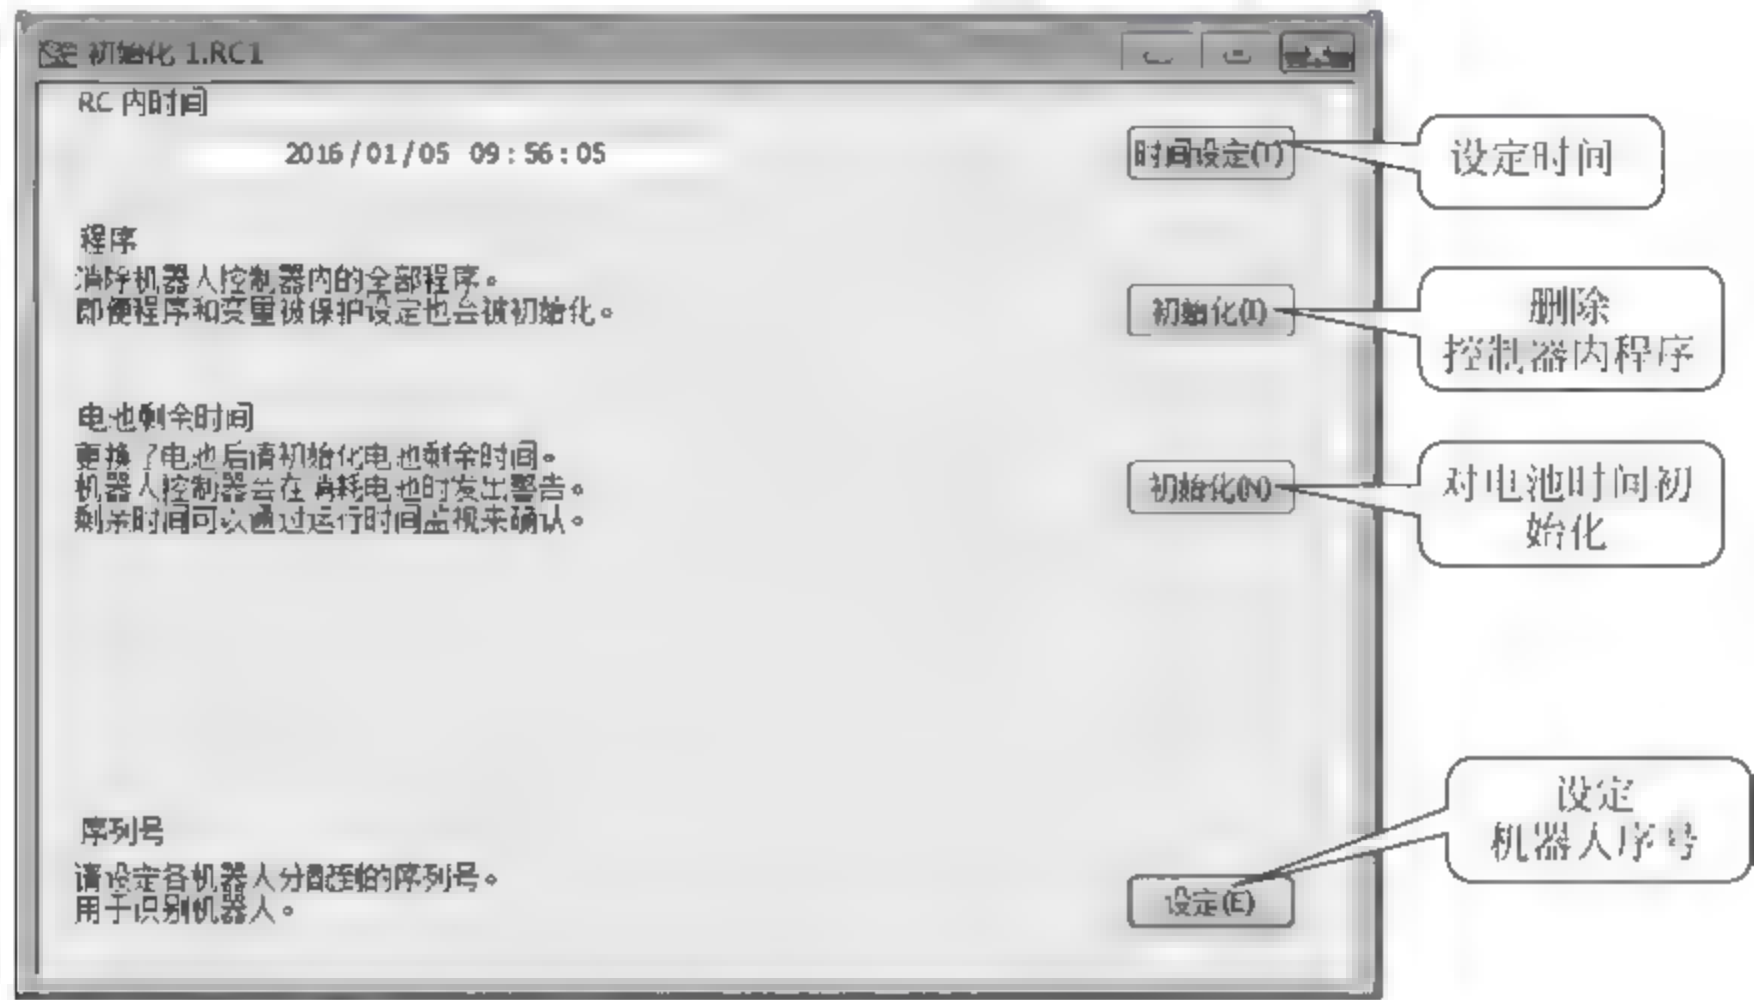

图 8-3 初始化操作框
- ① 时间设定;
- ② 删除所有程序;
- ③ 电池剩余时间的初始化;
- ④ 控制器的序列号的确认设定。
(2) 操作方法如图 8-3 所示。
- ① 打开 RT 软件,单击“维护”→“初始化”,弹出如图 8-3 所示“初始化”设置框。
- ② 对程序进行“初始化”——删除控制器内所有程序。
- ③ 设定“当前时间”。